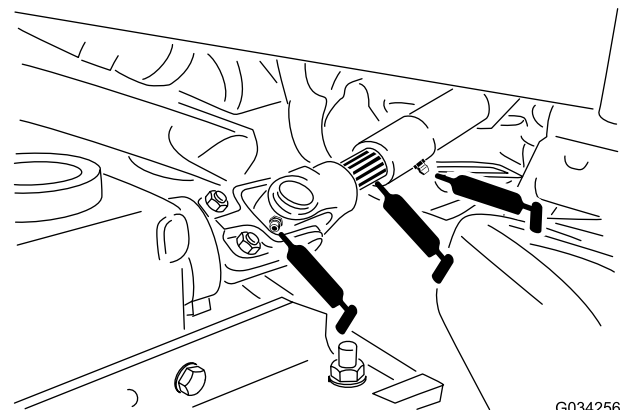

Figura 39
- Eje universal de la toma de fuerza (Figura 39)